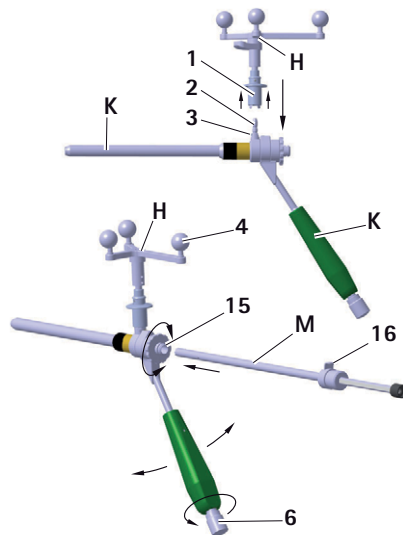

Рис. 13 Монтаж звездчатого опорного блока Aescular на направляющей втулке S⁴C; установка направителя сверла S⁴C
- ▶ Для обеспечения беспрепятственной визуализации камерой отражающих маркерных шариков, отвинтить ручку 6 на рукоятке S⁴C навигируемой направляющей втулки S⁴C К и повернуть звездчатый блок Aescular Н в нужное положение, см. Рис. 13.
- ▶ Надвинуть втулку с внутренним отверстием М на внутреннюю втулку 15. Внутренняя направляющая втулка фиксируется на внутренней втулке и остается подвижной, см. Рис. 13.